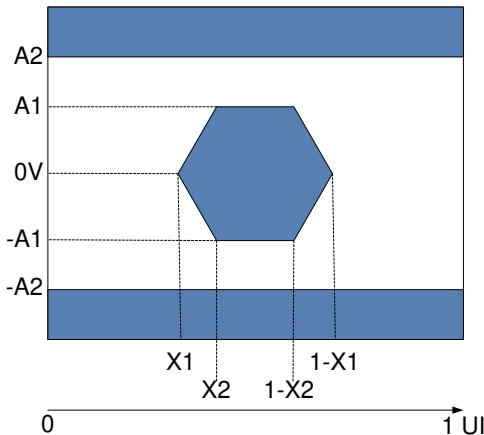

図 5-12. HSSI アイ特性
- (1) DMD を動作させるには、すべての電源接続が必要です。VDD、VDDA、VOFFSET、VBIAS および VRESET。DMD を動作させるには、すべての VSS 接続が必要です。
- (2) すべての電圧値は、グランドビン (VSS) を基準としたものです。
- (3) 過剰な電流を防止するため、電源電圧のデルタ |VDDA – VDD| は、指定限界値よりも小さい必要があります。
- (4) 過剰な電流を防止するため、電源電圧のデルタ |VBIAS – VOFFSET| は、指定限界値よりも小さい必要があります。
- (5) 200μs の 3 つのグローバルリセットに基づく電源消費電力。
- (6) LVC MOS 入力仕様は、ビン DMD\_DEN\_ARSTZ に対するものです。
- (7) LVC MOS 出力仕様は、ビン LS\_RDATA\_A および LS\_RDATA\_B に対するものです。
- (8) 図 5-12、レシーバアイマスク (1e-12 BER) を参照します。
- (9) 式 3 および式 4 で定義されています。